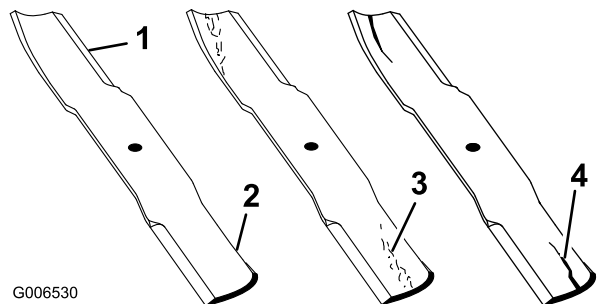

Figura 64
2. Inspeccione los filos de corte (Figura 64). Si los bordes no están afilados o tienen muescas, retire las cuchillas y afílelas. Consulte Afilado de las cuchillas.
3. Inspeccione las cuchillas, especialmente la parte curva (Figura 64). Si observa daños, desgaste o la formación de una ranura en esta zona (Figura 64), instale inmediatamente una cuchilla nueva.